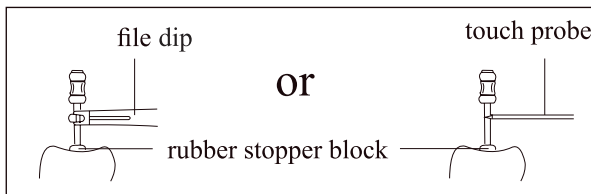

Bild 23
4.2.6 När filen når apex, justera gummistycket som sitter på endofilen till referenspunkten (incisalkanten eller fossa-kanten), dra sedan ut endofilen, mät längden mellan filens topp och gummistycket, och detta är tandens arbetslängd. Den kan också användas med touch-proben i stället för filklämman, när det är besvärligt att mäta de bakre tänderna [Bild 23].